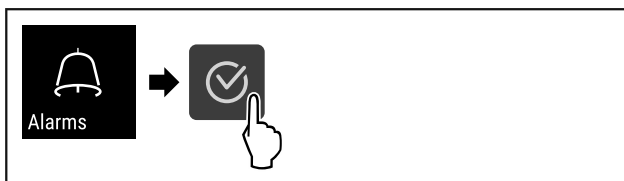

Fig. 103
- ▶ Izvedite zahtevane korake (glejte Fig. 103) .